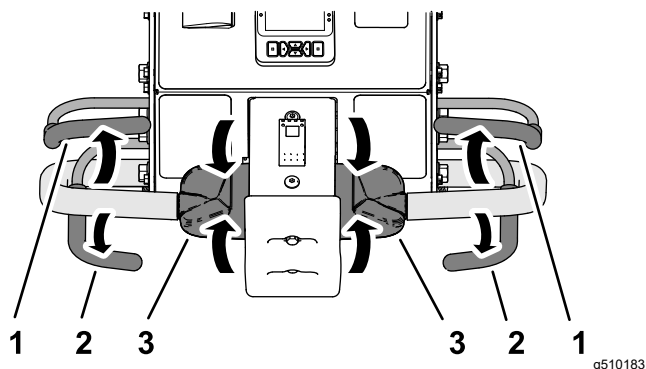

Figura 79
1. Si está realizando tareas de aireación, suelte la barra de aireación (Figura 79) para elevar el cabezal de perforación; consulte Elevación del cabezal de perforación (página 50).